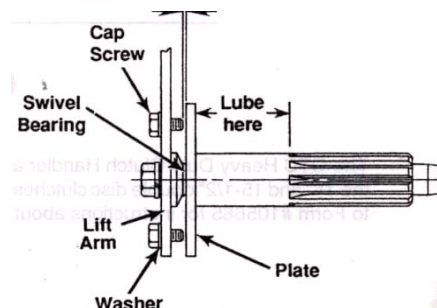

Figure 1
7. プレート(#16)とネジ(#13)の距離を確認してください。1/16"以下の時はネジ(#13)を外しワッシャー(#7)をリフトアームとネジ(#13)の間に入れてレンチで締めます。(図1)
2. スプライン差込シャフトに図1の部分に適切に注油しておきます。
1. 差込シャフトの注油部分(図1参照)に適切に注油しておきます。